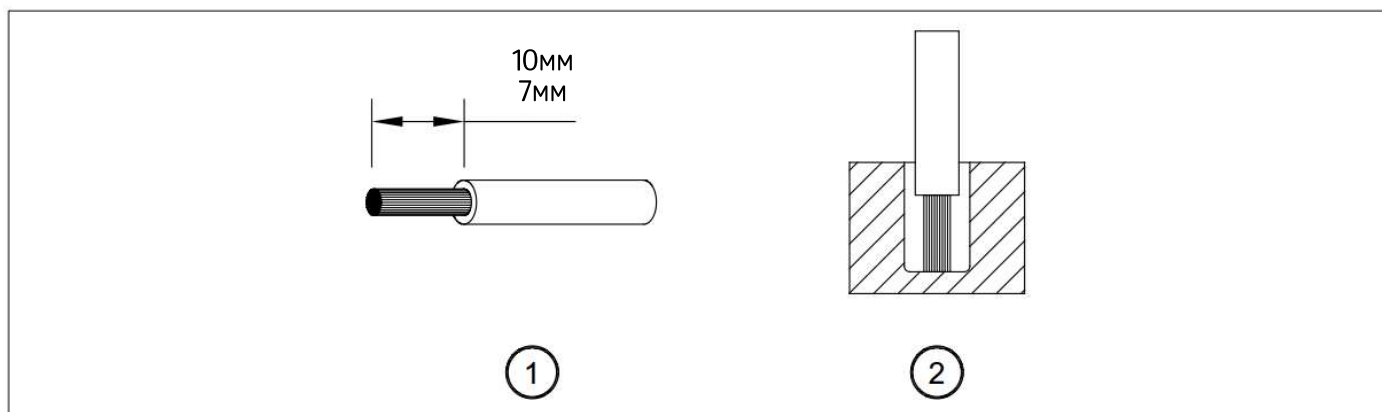

Рис. 6. Рекомендуемая длина зачистки провода.
Для надежного и безопасного подключения модуля бесперебойного питания зачищенная длина силовых проводников должна быть 10мм, для сигнальных проводников - 7мм, см. рис.6 (1).
Обратите внимание, что зачищенный проводник должен быть полностью вставлен в клемму модуля, как показано на рис.6(2).